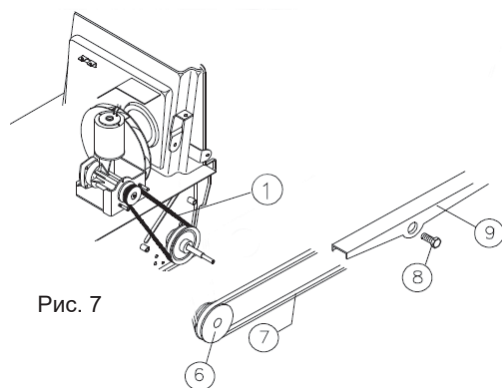

Рис. 7
- Снимите ремень (поз. 7, рис. 7) со шкива (поз. 6, рис. 7).
- Открутите штифт крепления (поз. 8, рис. 7) и освободите скобы на боковом кронштейне (поз. 9, рис. 7) со стороны зубчатого направляющего ролика.
- Снимите ремень (поз. 7, рис. 7) с бокового кронштейна (поз. 9, рис. 7).
- Снова присоедините боковой кронштейн (поз. 9, рис. 7) к зубчатому направляющему ролику.
- Снова затяните штифт (поз. 8, рис. 7).
- Снова установите ремень (поз. 7, рис. 7) на шкиве (поз. 6, рис. 7).
- Снимите ремень (поз. 1, рис. 7).